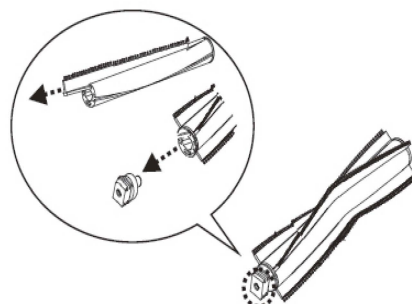

Рис.27
5. После извлечения закрепленной детали из вращающейся щетки можно вынуть и почистить щеточки, как показано на рис. 27.